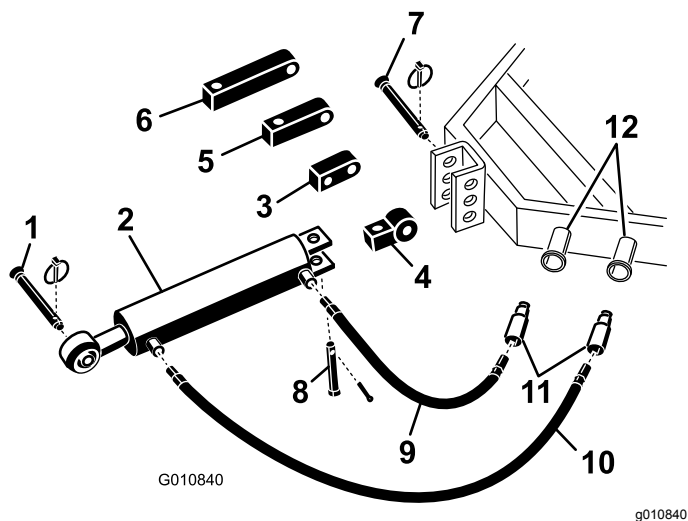

图5
1. 使用随牵引车提供的柱销将液压顶部连杆的连接杆端固定到牵引车 图5。摆放液压顶部连杆使杆端朝向牵引车。油缸的各端口应朝向牵引车的辅助动力液压装置。
注意 如果液压油缸的放置必须使端口朝向上方请使用旋转垫块重新调整油缸的位置而不是使用标准安装垫块 图5。可以使用 90° 液压接头替代旋转垫块接头未提供。
- A. 取下将标准连接杆固定到油缸上的开口销和柱销 图5。从油缸上卸下连接杆。
- B. 使用之前卸下的柱销将旋转垫块安装到油缸上 图5。
- 将 107cm 长液压软管连接至最靠近打孔机的液压顶部连杆端口图5。在管螺纹上缠绕管螺纹密封胶带或防松螺纹油防止发生泄漏。
- 将 76cm 长液压软管连接至最靠近牵引车的液压顶部连杆端口图5。在管螺纹上缠绕管螺纹密封胶带或防松螺纹油防止发生泄漏。
如果液压油缸无法够到到打孔机安装支架请使用延长垫块将油缸连接到牵引车上而不是使用标准安装垫块图5。
- 取下将标准连接杆固定到油缸上的开口销和柱销图5。从油缸上卸下连接杆。
- B. 使用之前卸下的柱销将所需长度的延长垫块安装到油缸上 图5。